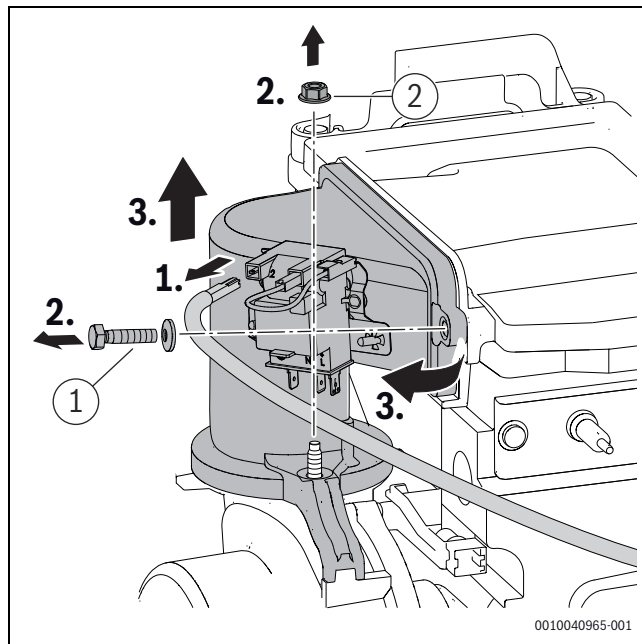

Fig. 43 Desmontar o dispositivo de mistura
- Apertar o parafuso e porca ([1] e [2], fig. 43) no dispositivo de mistura com $5,5 \pm 0,5$ Nm.